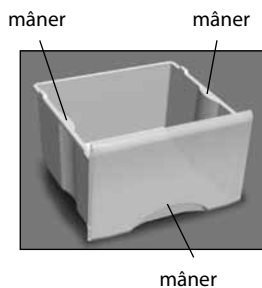

Figura 4 – Coșul BIG-BOX
3.1.2 În congelatorul M-7204-XXX în conformitate cu figura 4, la